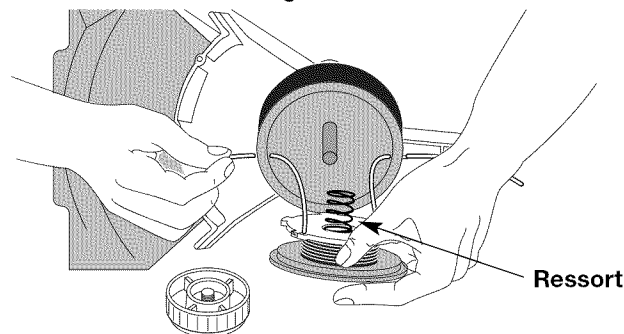

Fig. 35
13. Insérez les extrémités du fil dans les œillets de la bobine extérieure et placez le moulinet et le ressort dans la bobine (Fig. 35). Enfoncez le moulinet et la bobine ensemble. Tout en tenant le moulinet et la bobine, saisissez les extrémités et
5. Insérez les extrémités du fil dans les œillets de la bobine extérieure (Fig. 35).